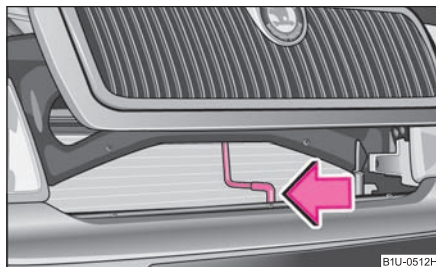

Fig. 15 Grilajul radiatorului:
- Apăsăți maneta în direcția indicată de săgeată ⇒ fig. 15 și ridicați capota.